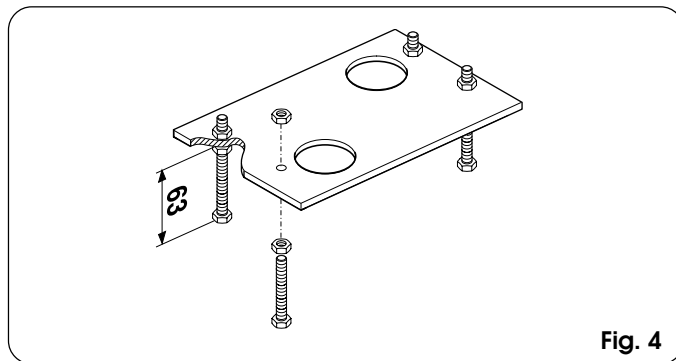

Fig. 4
- 1) Assemblare la piastra di fondazione come da Fig.4.